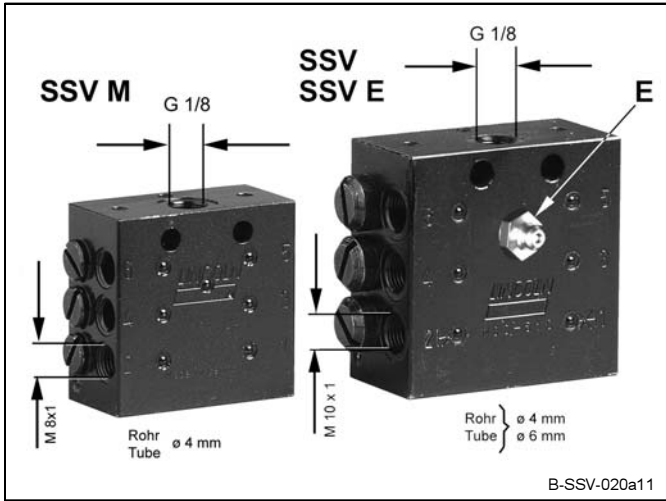

Abb. 11 Unterschiede zwischen SSV M- und SSV/SSV-E-Verteiler
- Der Progressiv-Verteiler SSV-E setzt sich aus einem SSV-Verteiler und einem Notschmiernippel E (Abb. 11) zusammen. Unter Verwendung z. B. einer Handhebelpresse kann über den Notschmiernippel die Fehlersuche bei Störungen erheblich verkürzt werden.